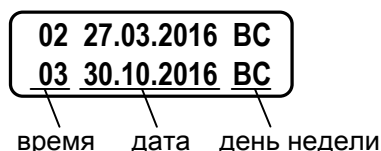

Рис.8. Вид окна дат перевода на «зимнее» и «летнее» время.
- 3.1.2.3. Даты автоматического перехода на «зимнее» и «летнее» время в текущем году можно определить, выбрав в меню **ИНФ** пункт **Летн./зимн. время в году** и дважды нажав кнопку . На экране ТВ будут отображаться информация, показанная на рис.8.